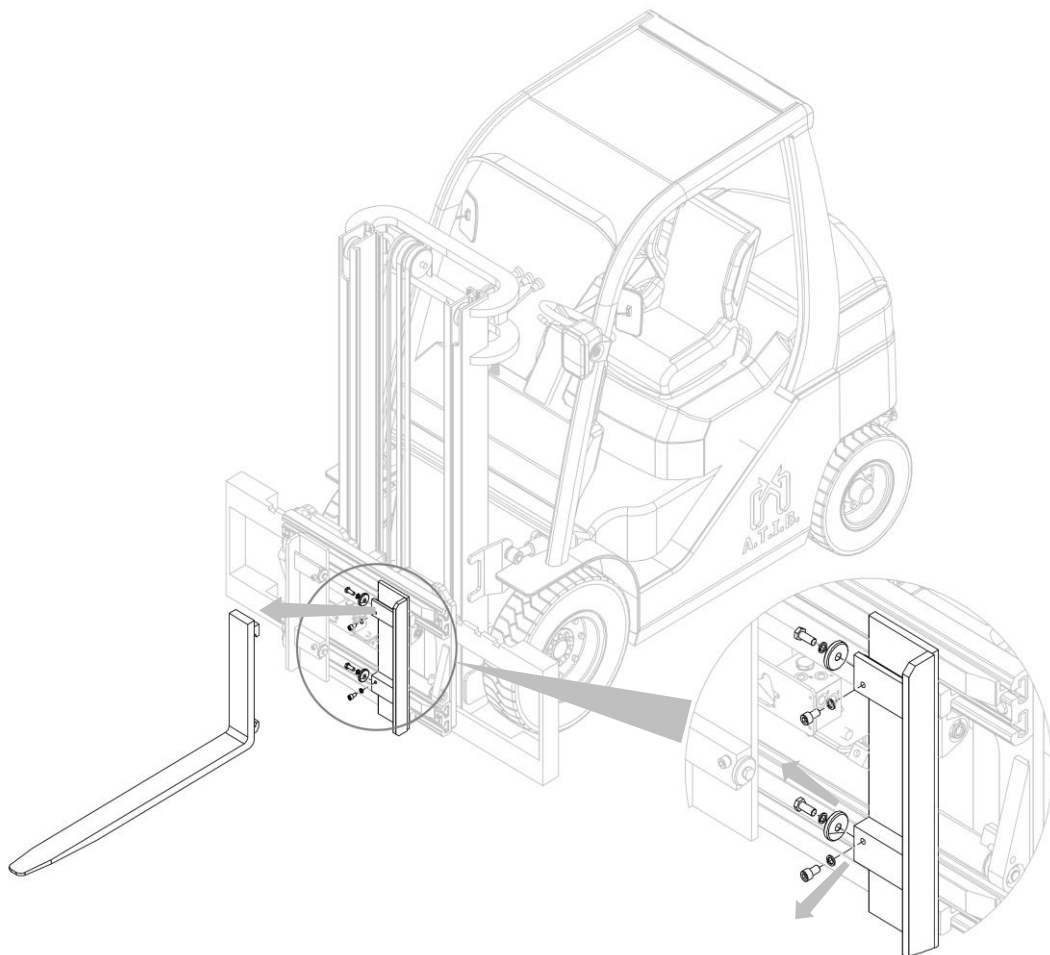

Figure 20
2. Retirer les fourches après avoir dévissé les butées de fourche (voir *Figure 20*).